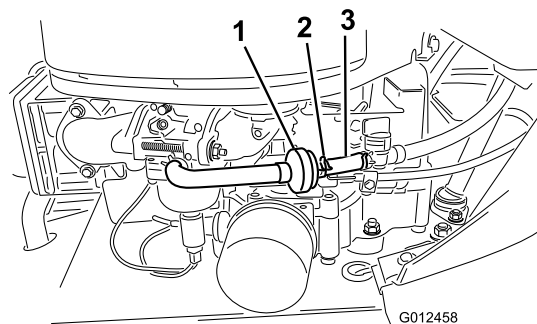

Figura 28
9. Retire el tapón de vaciado de aceite para que se vacíe el aceite (Figura 28).
7. Afloje la abrazadera cerca del filtro de combustible y deslícela por el tubo, alejándola del filtro de combustible (Figura 28).
8. Retire el tubo de combustible del filtro (Figura 28).
11. Acerque la abrazadera al filtro de combustible para fijar el tubo de combustible (Figura 28).
El mejor momento para cambiar el filtro de combustible (Figura 28) es cuando el depósito de combustible está vacío. No instale nunca un filtro sucio después de desmontarlo del tubo de combustible.